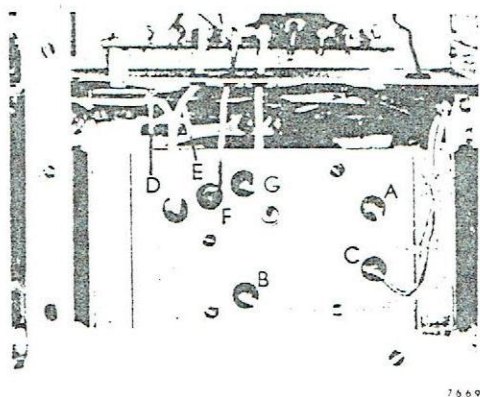
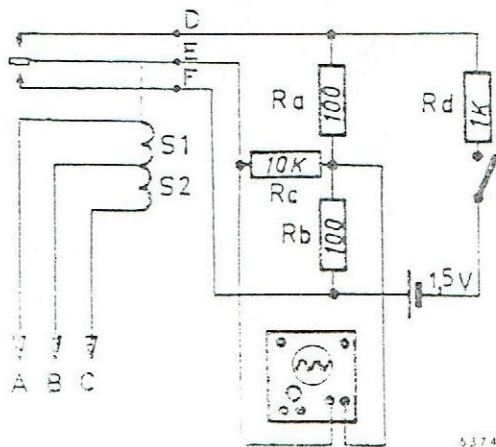

Fig. 10. Côté inférieur du vibreur
Fig. 11. Réglage du vibreur
- La tension alternative aux bornes de la bobine de vibreur doit être de 9 V, $\pm$ 1 V. (Connecter l'instrument de mesure entre les points A et C, fig. 10). On peut régler cette tension à l'aide de la résistance R89 (fig. 24) en donnant à cette dernière la valeur exigée.
- Détacher le conducteur D du vibreur (fig. 10) au bloc E et cela du côté de ce bloc.
1. Enlever les trois connexions D, E et F du côté inférieur du vibreur (fig. 10) et réaliser le circuit selon la fig. 11.